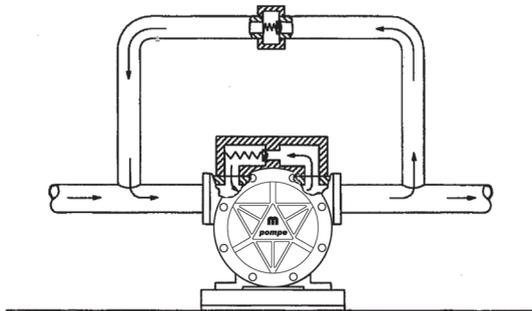

Figure 5
- Au cas où il serait nécessaire de fermer fréquemment le tuyau de refoulement, il est indispensable d'installer une vanne by-pass réelle à raccorder entre l'aspiration et le refoulement (selon les indications de la Fig. 5).